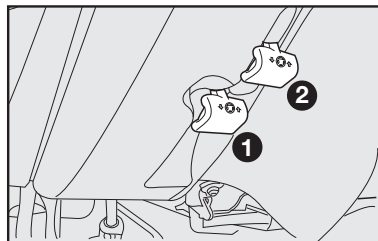

fig. 11
1) Desplace la palanca A-fig. 10 hasta la posición 2-fig. 11.
3) Vuelva a poner la palanca en la posición 1-fig. 11 para trabar nuevamente el volante.